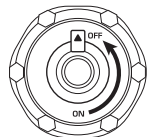

Abb. 7
3. Drehen Sie den Multifunktions-Drehknopf in die Position „OFF“ (Abb. 7).